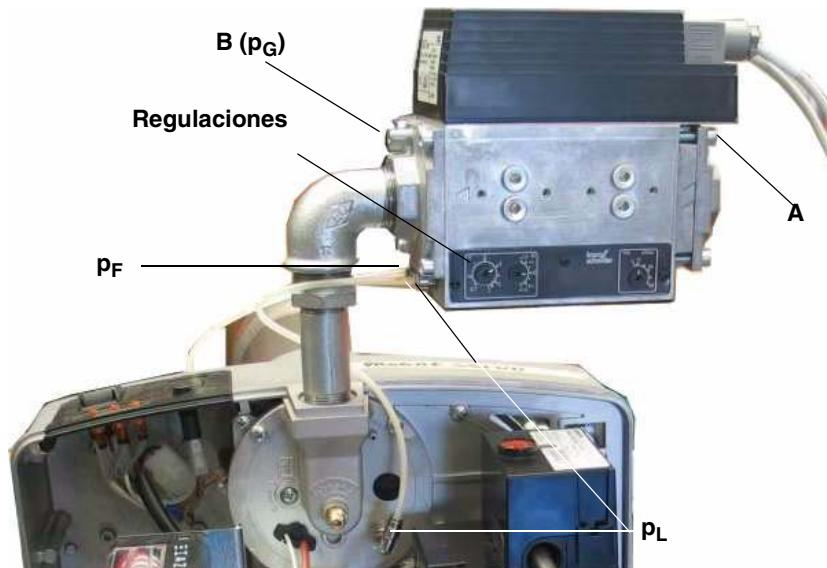
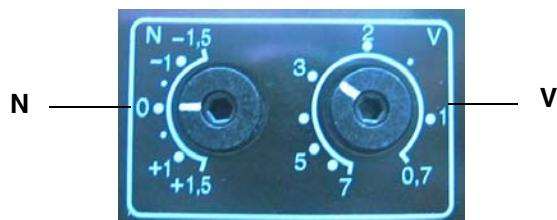

Fig. 19
Fig. 20
Relación de multiplicación **V** (ver figura Fig. 19 - Fig. 20):
- 1 Arrancar el quemador a baja llama: si el quemador no entra en servicio, girar en **N** un poco en sentido + y repetir el arranque (vedi Fig. 20). Medir la presión de gas **pG** en **B** (Fig. 19).
- 2 Medir la presión de aire **pL** (Fig. 19) en el quemador y ajustar en **N** la presión de gas (Fig. 20)
- 3 Poner el quemador en llama alta, a ser posible escalonadamente, y ajustar en **V** la presión de gas (Fig. 20) in base alla potenza della caldaia.
- 2 Efectuar un análisis de los gases producto de la combustión y ajustar en **N** (Fig. 20) la presión de gas a los valores de análisis deseados.
- 3 Poner a plena carga el quemador y ajustar en **V** (Fig. 20) la presión de gas al valor de análisis deseado.
- ¡No cerrar el empalme **pF** posiblemente no utilizado! (Fig. 19)
- 2 Medir la presión de gas en **A** y **B** (Fig. 19).